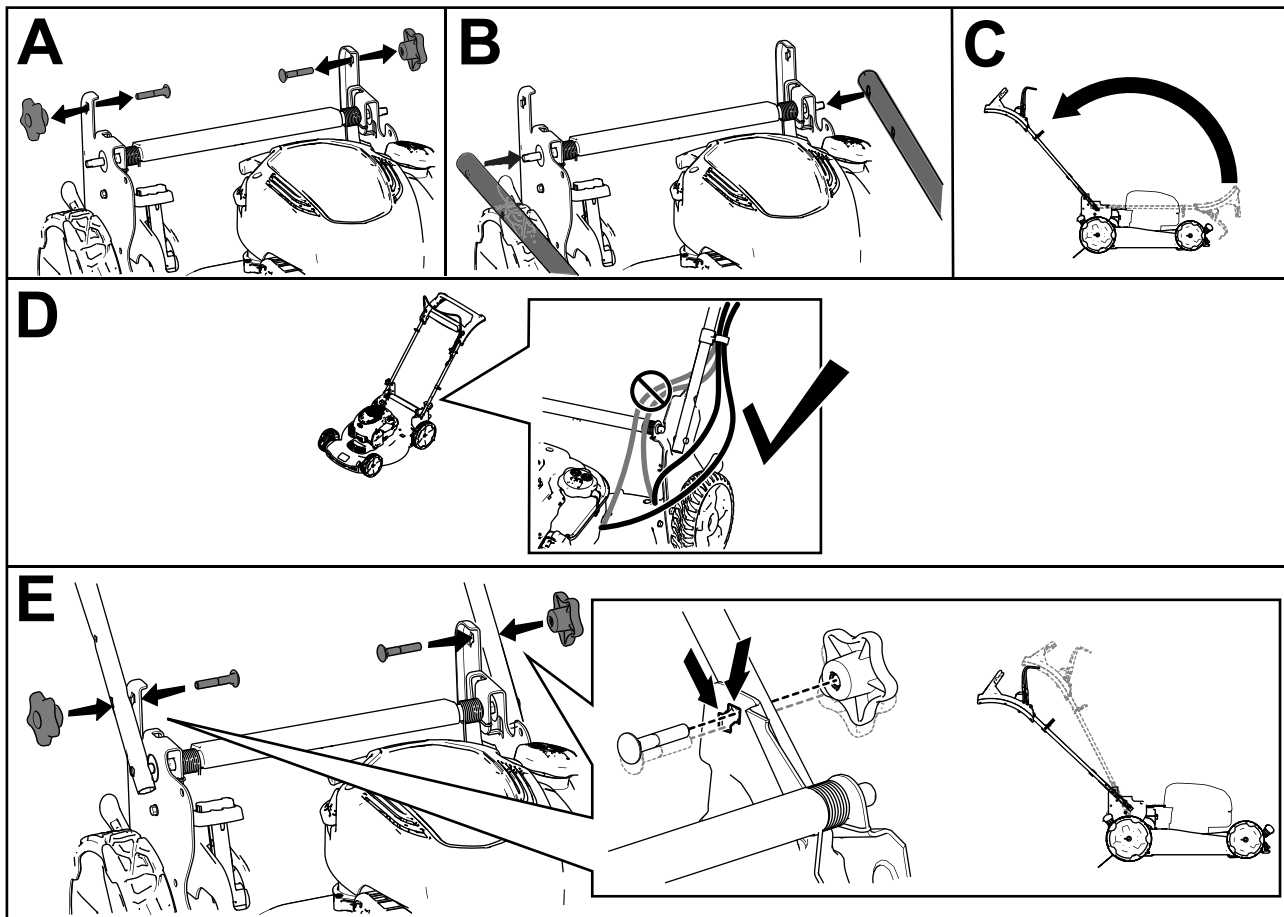

Figura 3
**Nota:** Certifique-se de que os cabos estão encaminhados no exterior da pega e não estão entalados (D da Figura 3).
O manípulo e o parafuso de carroçaria têm 2 localizações de instalação. Instalar o manípulo e o parafuso de carroçaria incorretamente pode causar instabilidade na pega (E de Figura 3).